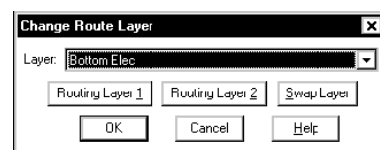

Рис. 8. Смена слоя трассировки.
12. В появившемся на экране диалоговом окне Change Route Layer (рис. 8) в выпадающем списке Layer выберем слой Bottom Elec и нажмем кнопку ОК.